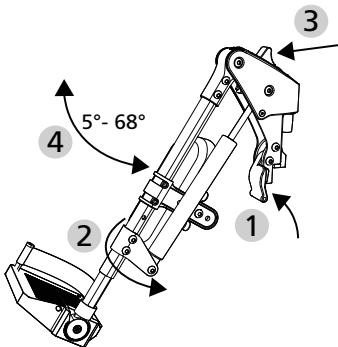

bild 41
Se kapitel 3.3 för att montera benstödet. Använd låsspaken för att svänga benstödet framåt och åt sidan (1/2, bild 41).
1. Tryck gasfjäders justeringsspak framåt (3/4, bild 41). Knävinkeln minskar från 68° till 5° så länge justeringsspaken hålls intryckt.
4. För att förstora knävinkeln, tryck justeringsspaken framåt och tryck samtidigt benstödet nedåt (3/4, bild 41).